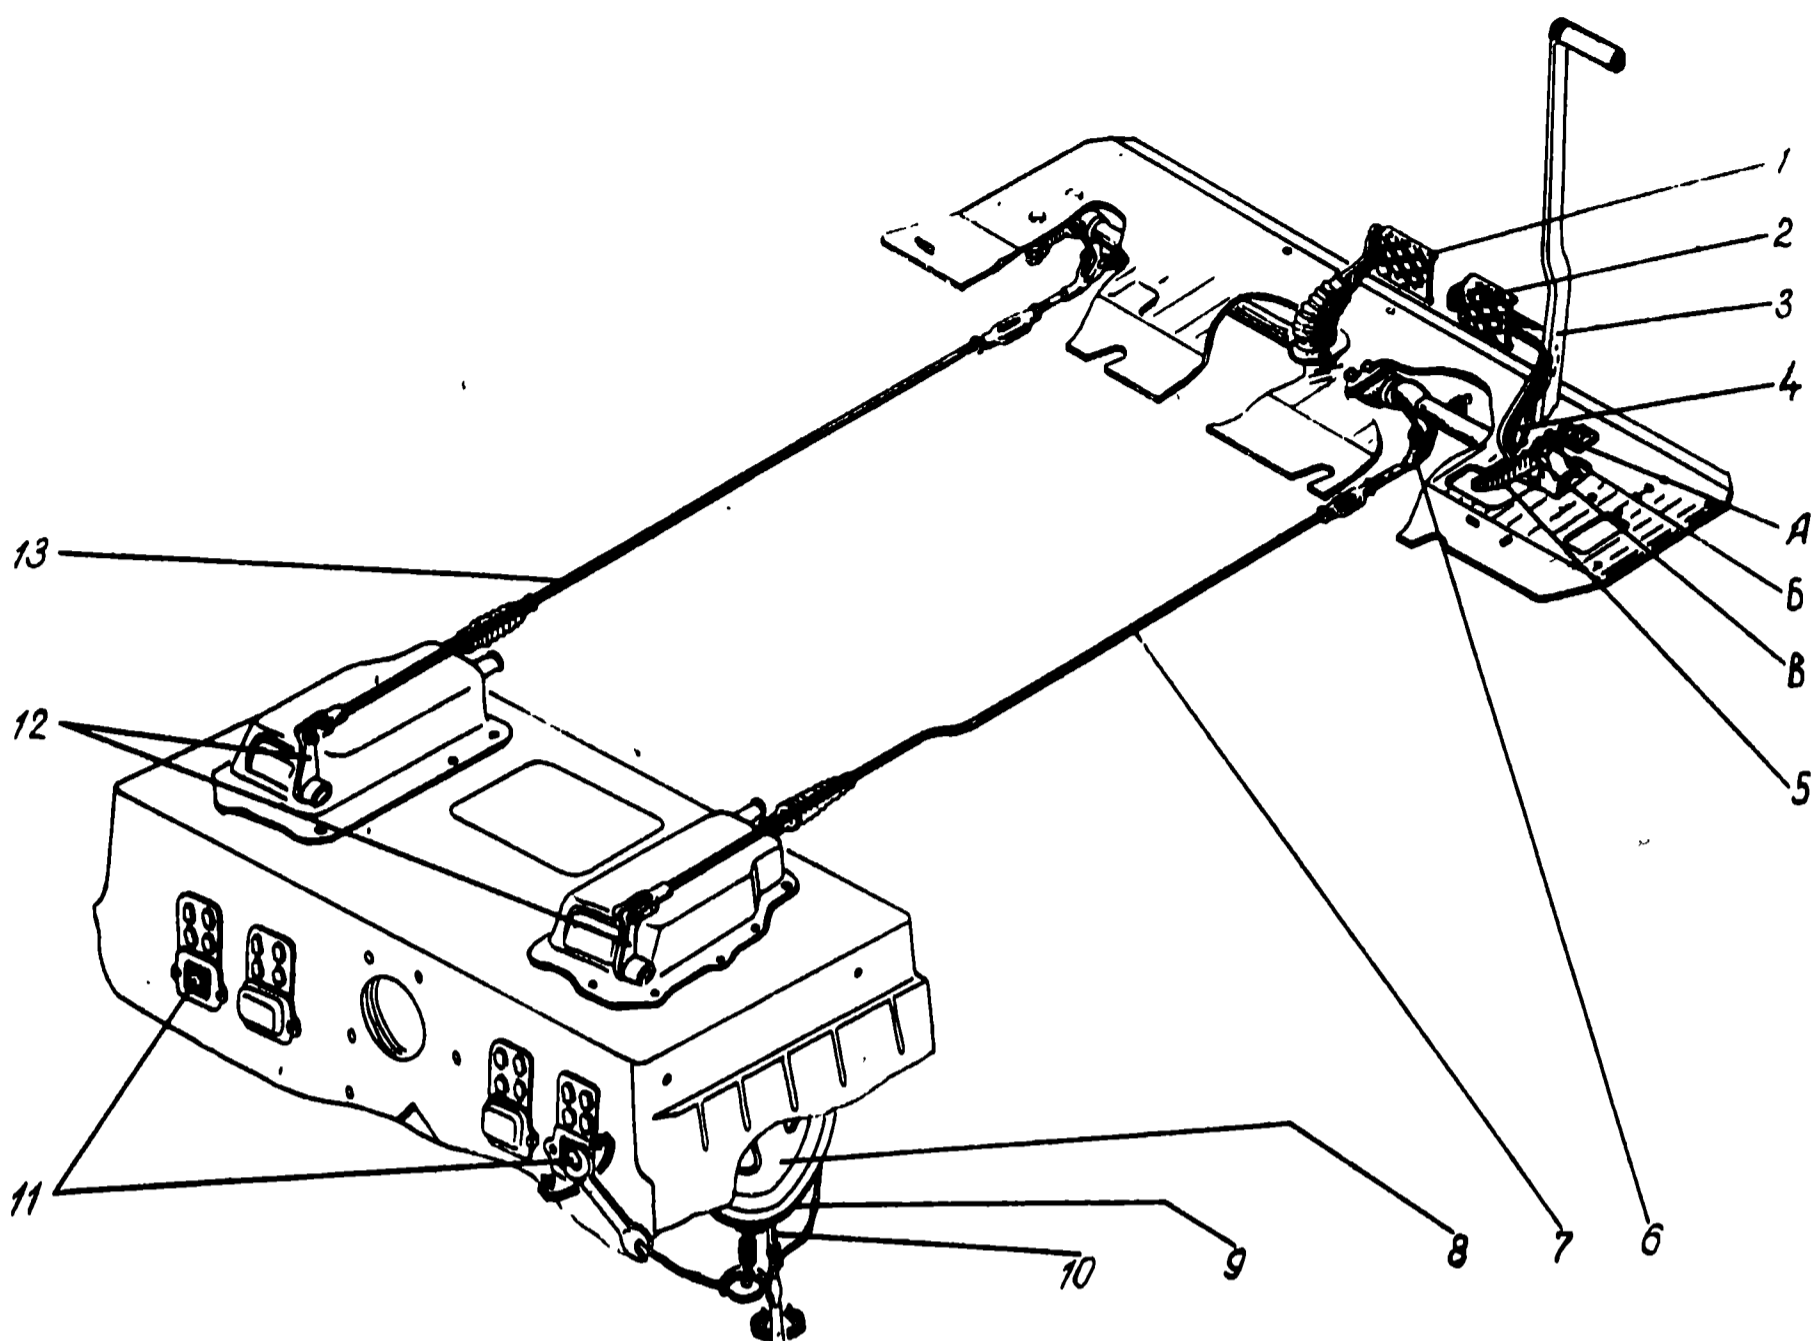

Рис. 91. Регулировка хода педалей остановочных тормозов и их тяг:
Ход правой педали 2 (рис. 91) считается отрегулированным правильно, если при ее перемещении от вертикального положения до отказа вперед зуб 4 устанавливается во впадину «Б» сектора 5 и при этом происходит обтягивание лентой шкива остановочного тормоза. Ход педали увеличивается по мере износа колодок лент остановочных тормозов.
но завернуть регулировочный винт 10 (рис. 91) до упора и, отвернув его на 1—1,5 оборота, затянуть контргайку.
1. Подсоедините задние концы тяг 7 и 13 (рис. 91) к рычажкам тормозов 12.